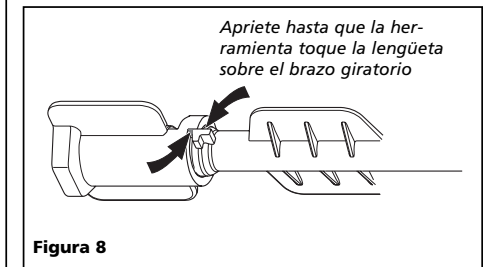

Figura 8
3. Reemplace la boquilla según sea necesario. Vea las figuras 6 y 7. Para una correcta alineación de las boquillas, ajuste hasta que la herramienta entre en contacto con la lengüeta del brazo giratorio, como se muestra en la Figura 8.